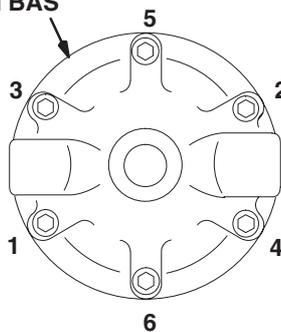

Fig. 5
5. Sortir le raccord tournant (23) et le ressort (40) du corps du régulateur.
6. Démonter la bille (20), le siège de vanne (16) et le joint (15). Voir Fig. 5.
14. Serrer l'écrou (13) sur le carter de la tige (18) à 28–47 N.m.
15. Monter la tige de vanne (9), le ressort (3), le joint (21) et la vis de fixation (10) sur le carter de la tige (18). S'assurer que la languette sur la tige de vanne (9) pénètre bien dans l'orifice de la vis (10).
16. Serrer la vis de fixation (10) sur le carter à 28–34 N.m.
17. Placer le ressort, la vis de réglage (12) et le chapeau sur le carter (6). Serrer les six vis (1) dans l'ordre indiqué à la Fig. 5, **Vue du dessous**, et au couple indiqué.
18. Monter le joint (15), le siège de vanne (16) et la bille (20) sur le carter (6).
19. Visser le raccord tournant (23), avec le joint torique (4) fixé et le ressort (40) en place dans l'orifice d'entrée. Serrer à 31–36 N.m.